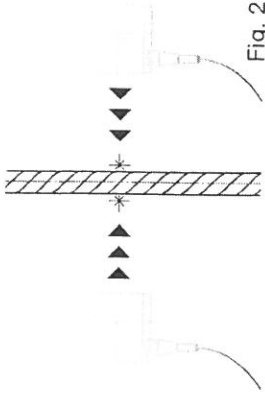

Fig. 2
- c) In der Mitte der beiden Marken liegt die Stabachse (Fig. 2).